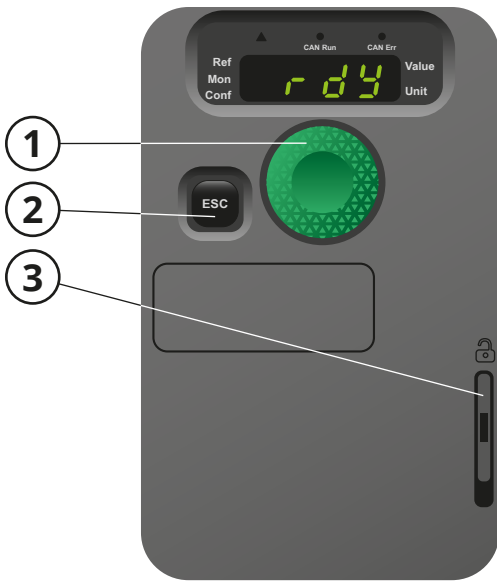

Abb. 1
Die gesamte Programmierung erfolgt mit den Tasten auf der Vorderseite, siehe Abb. 1. Der Multifunktionsdrehknopf (Jog Dial, 1) dient zum Navigieren in den Menüs und zum Auswählen oder Bestätigen von Informationen. Die ESC-Taste (2) beendet einen Menü-/Parameterpunkt und löscht einen Wert oder stellt diesen wieder her. Die Frontplatte wird mit einem Knopfdruck geöffnet (3).